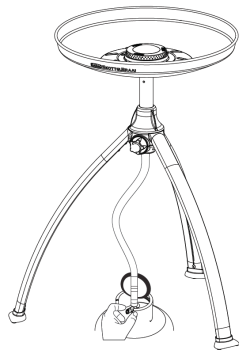

Fig. 8a
- Reglera lågans styrka genom att vrida Reglervredet (K) medurs för att minska, och moturs för att öka den. (Se Fig. 8a &b).
- Efter användandet stäng först ventilen på gasbehållaren (om tillämpligt). När lågan har slocknat, stäng ventilen (K) på apparaten genom att vrida Reglervredet (K) helt medurs.
- Tändning med tändsticka eller grilltändare (Se Fig. 8a och 8b)